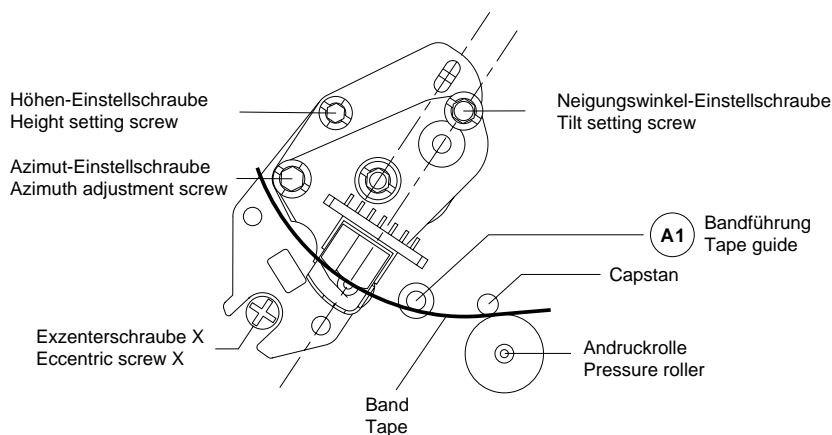

Fig. 25
- Mit der Schraube für den Neigungswinkel (Fig. 25) die Bandunterkante gut auf die Bandführung "A1" aufsetzen (das Band darf nicht an der Unterkante eingerollt sein).
- By means of the tilt angle adjusting screw (Fig. 25) move the tape until the lower edge just touches the tape guide "A1" (the lower edge of the tape must not bend).
- Mit der Höheneinstellschraube maximale Ausgangsspannung einstellen (Fig. 25).
- Mit der Azimuteinstellschraube auf maximale Ausgangsspannung einstellen (Fig. 25).
- Mit der Exzentrerschraube (Fig. 25) das Trackingsignal "TRIV"-Signal auf Maximum stellen (DC-gekoppelt).
- Adjust for maximum output voltage with the height adjustment screw (Fig. 25).
- Adjust to maximum output voltage with the azimuth adjustment screw (Fig. 25).
- With the eccentric screw (Fig. 25) adjust the "TRIV" signal to maximum voltage (DC-coupling).